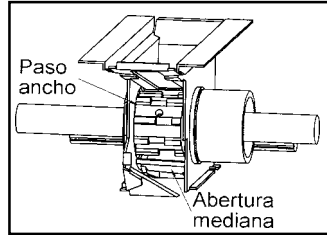

fig. 4
- Paso ancho, dentado al tresbolillo, para semillas normales y grandes (figs. 4 y 5).